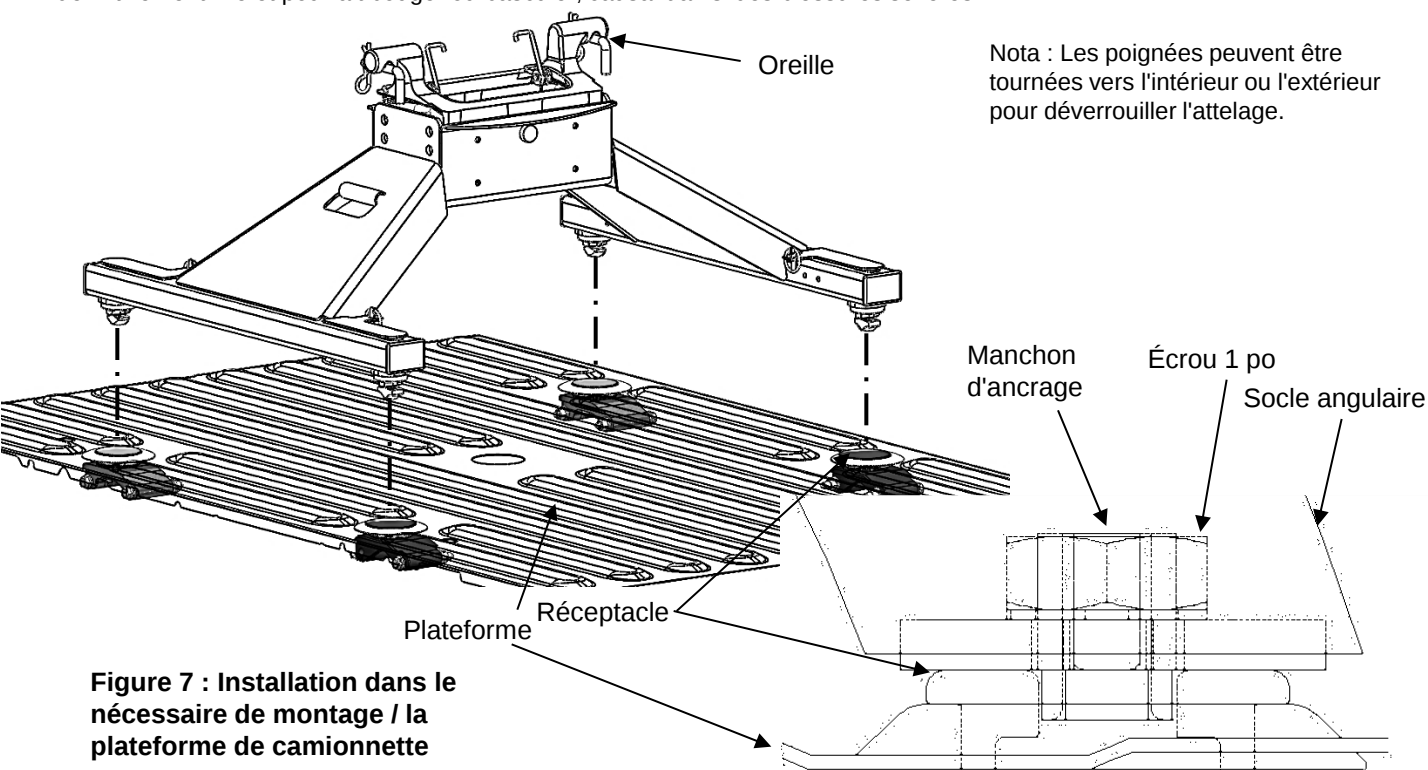

Figure 7 : Installation dans le nécessaire de montage / la plateforme de camionnette
3. Placez l'assemblage dans les réceptacles de montage qui sont installés dans la camionnette (voir les instructions de l'ensemble de montage à la Figure 7). S'assurer que les socles angulaires touchent à tous les réceptacles, manchons insérés dans les fentes des réceptacles. Les leviers d'ancrage doivent être en position déverrouillée (tournées vers l'intérieur ou l'extérieur) pour que l'attelage puisse s'insérer dans les réceptacles. Pour obtenir un positionnement adéquat, les manchons d'ancrage peuvent nécessiter un ajustement en desserrant l'écrou frein 1 po.
B. Si les manchons d'ancrage ont nécessité un ajustement, serrer tous les écrous 1 po (4) à l'intérieur des socles angulaires à l'aide de la clé fournie dans l'ensemble (No 116596). Serrez chaque écrou frein d'un 1/4 de tour additionnel pour obtenir le couple de serrage requis. Les boulons doivent être correctement serrés de façon que l'assemblage des manchons d'ancrage ne présentent aucun jeu vertical. User de prudence lors du serrage des écrous et des boulons – l'ensemble n'est pas définitivement fixé et pourrait bouger ou basculer, causant ainsi des blessures sévères.